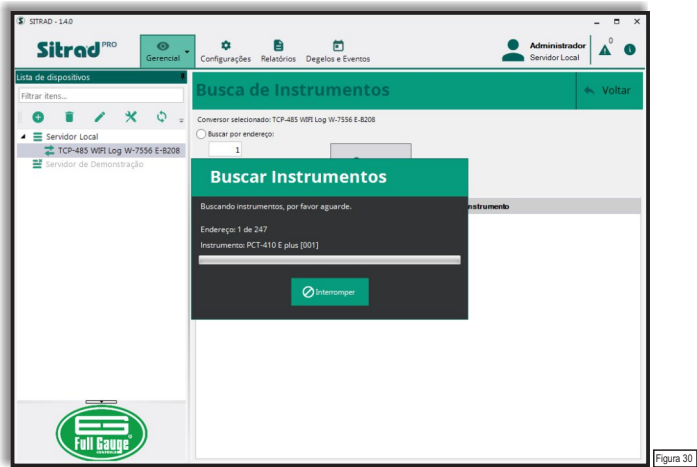

Figura 30
Passo 6: A guia **Busca de Instrumentos** permite cadastrar os instrumentos por endereço. Existem duas opções: **Buscar por endereço**, em que se busca um instrumento específico, e **Buscar faixa de endereços**, em que se busca diversos instrumentos com endereços dentro da faixa selecionada. Após escolher a opção, basta clicar em **Buscar** que o Sitrad^{Pro} faz o cadastro automático dos instrumentos (Figura 30). Se optar por buscar na faixa completa de endereços, o processo pode levar alguns minutos. Os instrumentos cadastrados passarão a aparecer na guia **Lista de dispositivos**, atrelados ao conversor.